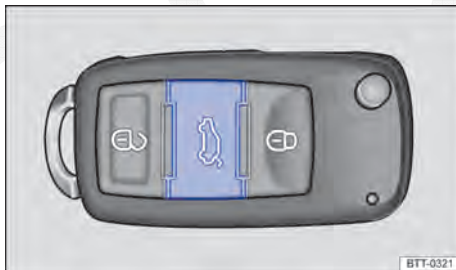

Fig. 24 Na chave do veículo: botão de destravamento da tampa traseira.
- Se caso o veículo encontrar-se travado, apertar o botão na chave do veículo com comando remoto → Fig. 24 por aproximadamente um segundo para destravar a tampa traseira.